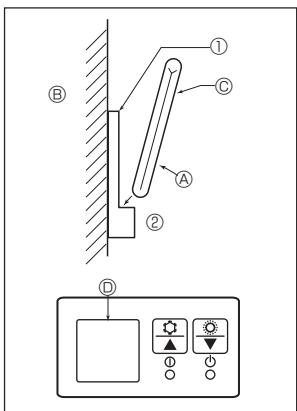
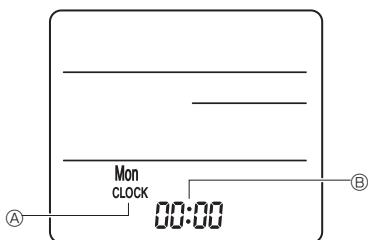

Fig. 6-7
Fig. 6-8
2) Metoda instalacji (Fig. 6-7)
- ① Zamocować uchwytu pilota zdalnego sterowania w żądanym miejscu za pomocą 2 wkrętów samogwintujących.
- ② Umieścić dolny koniec pilota zdalnego sterowania w uchwycie.
- ③ Pilot zdalnego sterowania ④ Ściana ⑤ Panel wyświetlacza ⑥ Odbiornik
3) Ustawienia (ustawianie zegara) (Fig. 6-8)
- ① Włożyć baterie lub czymś ostrym nacisnąć przycisk ● CLOCK.